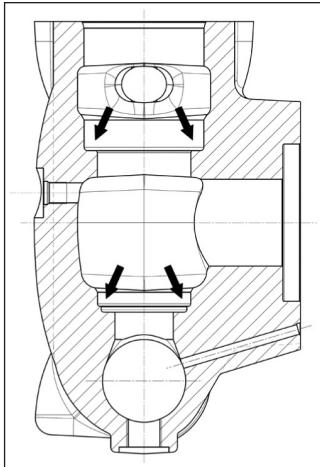

Fig. 98
! Antes de volver a colocar los grupos de válvula, limpiar y secar perfectamente los correspondientes alojamientos en la cabeza tal y como indican las flechas (pos. ①, Fig. 98).